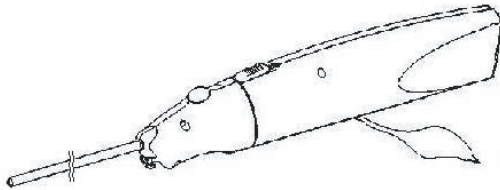

Abbildung 3
2. Das mit dem Schlauch überzogene Nahtmaterial (das der Schraube gegenüberliegende Ende) durch den Schaft einfädeln, bis es aus der Nahtaustrittsöffnung austritt (Abb. 3).
2. Das Nahtmaterial (das der Schraube gegenüberliegende Ende) durch den Schaft einfädeln, bis es aus der Nahtaustrittsöffnung austritt (Abb. 3).